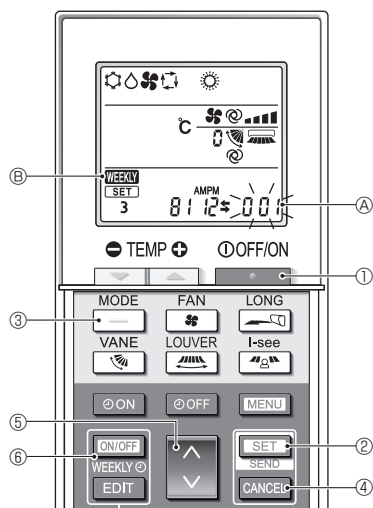

Fig. 5-13
#### 5.10.8. Désactivation du mode AUTO (Fig. 5-13)
- Appuyez sur la touche ① pour arrêter le climatiseur.
- Si la minuterie hebdomadaire est activée, appuyez sur la touche ⑥ pour la désactiver. ( disparaît.)
- Appuyez sur la touche ② pendant 5 secondes.
- L'appareil passe en mode de réglage des fonctions. (Le numéro de réglage du modèle (A) clignote.)
- Appuyez sur la touche ⑤.
- Achèvement des réglages (Fig. 5-13)